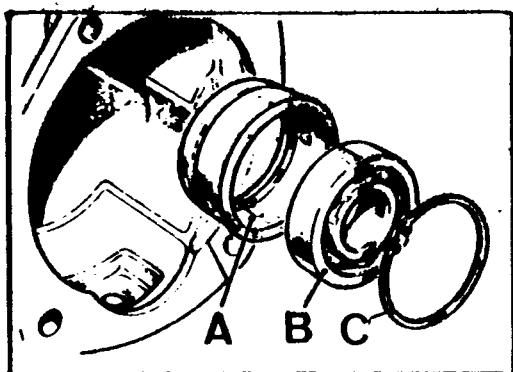

Fig. C-108 Alojamiento del cojinete
1.2. Extraer por la parte delantera del cárter, el acoplamiento, A (Fig. C-108) - del cojinete. Retirar el arillo elástico, C y el cojinete, B.
- 3.1. Montar el cojinete, B, (Fig. C-108) en el alojamiento, A, y fijarlo con el arillo elástico.